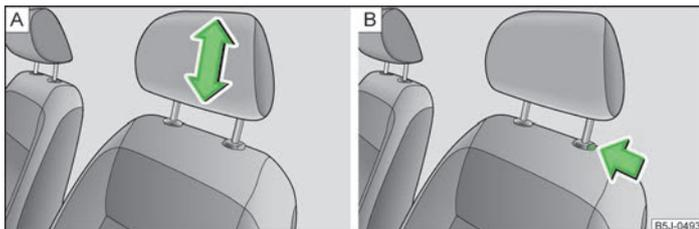

Abb. 37 Kopfstütze: Einstellen / Ausbauen
- Die Kopfstütze seitlich mit beiden Händen anfassen und diese je nach Wunsch nach oben schieben » Abb. 37 - [A].
- Möchte man die Kopfstütze nach unten verschieben, dann die Sicherungstaste » Abb. 37 - [B] mit einer Hand drücken und gedrückt halten, und mit der anderen Hand die Kopfstütze nach unten drücken.
- Die Sicherungstaste in Pfeilrichtung drücken » Abb. 37 - [B] und die Kopfstütze herausziehen.